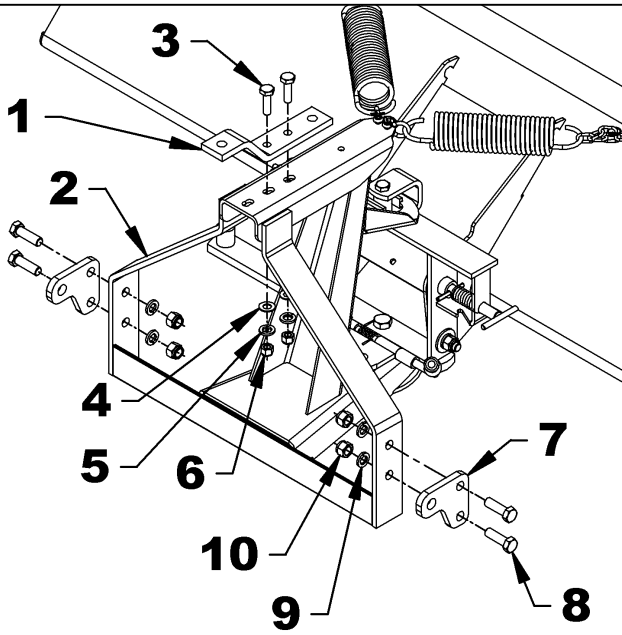

Figure 7B
- Si la distance **A** est plus grande que 4 1/4", utiliser l'option d'installation 1 - figures 7B-8B.
1. **Figure 7B ou 9B:** Tel qu'illustré, fixer le support supérieur commun (item 1) à l'attache universelle (item 2) à l'aide des 2 boulons hex. 1/2"NC x 1 3/4" lg. (item 3), rondelles plates dia. 9/16" de trou (item 4), rondelles de blocage 1/2" (item 5) et écrous hex. à bague de nylon 1/2"NC (item 6). Le support supérieur commun (item 1) doit être placé à l'extrémité des trous oblongs, vers l'arrière du balai.
2. **Figure 7B ou 9B:** Tel qu'illustré, Fixer les 2 supports inférieurs communs (item 7) à l'attache universelle (item 2) à l'aide des 4 boulons hex. 5/8"NC x 2" lg. (item 8), rondelles de blocage 5/8" (item 9) et écrou hex. à bague de nylon 5/8"NC (item 10).